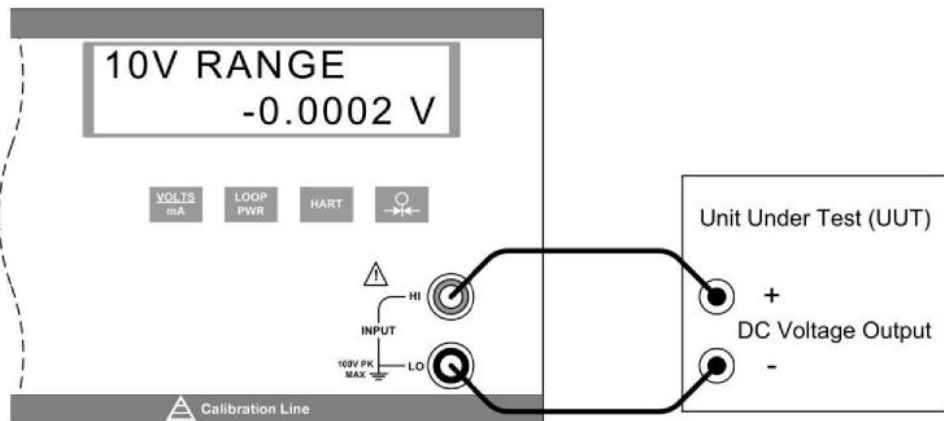

图 17 - 隔离直流电压输入连接
- 将待测试设备连接到 CED 7000 的隔离电压/电流输入端子，如图 17 所示。